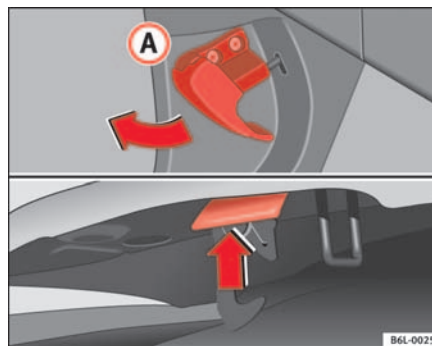

Fig. 118 Detalle de la zona reposapiés del lado del conductor: palanca para el desbloqueo del capó del motor.
- Tire de la palanca que se encuentra bajo el tablero de instrumentos ⇒ **fig. 118** en el sentido que indica la flecha. El capó queda desbloqueado por la acción resorte del muelle ⇒ **⚠**.